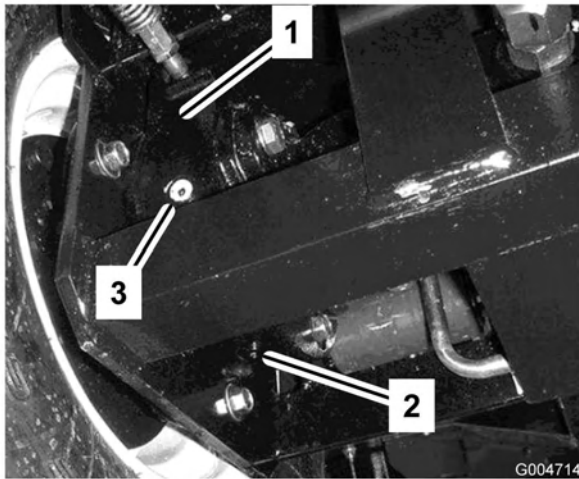

Bild 59
4. Stellen Sie ein Auffanggefäß unter das Bremsgehäuse an der anderen Seite des Rads (Bild 59).
7. Nehmen Sie die Prüfschraube vom Bremsgehäuse ab (Bild 59).